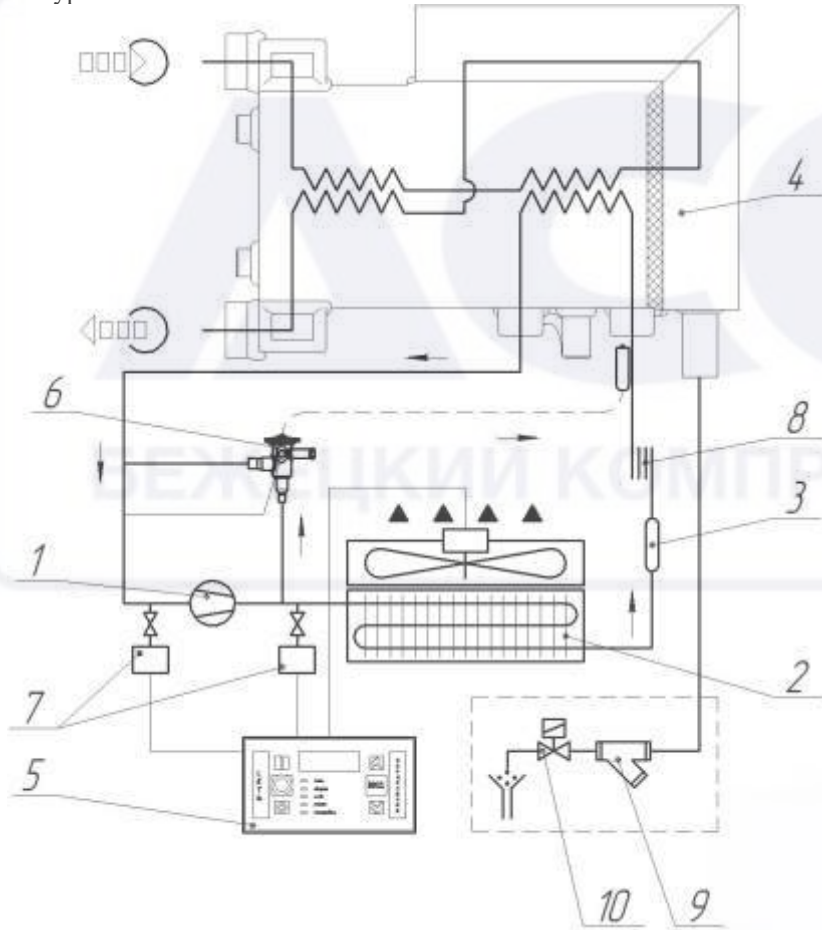

Рисунок 3 – Холодильный контур
4.1 Осушитель рис. 3 представляет собой конструкцию алюминиевого теплообменника, размещенного в блоке осушения 4. В первом контуре теплообменника из сжатого воздуха удаляется вода путем его охлаждения до температуры приблизительно  $+3^{\circ}\text{C}$  и удаления образующегося при этом конденсата. С целью предотвращения образования конденсата на наружной поверхности трубопроводов системы циркуляции, обрабатываемый сжатый воздух перед выходом его из осушителя подвергается предварительному подогреву. Для этого он прогоняется через второй контур теплообменника.
4.1.1 Компрессор 1 (рис. 3) является активным элементом осушителя и обеспечивает циркуляцию хладагента по холодильному контуру за счет сжатия паров хладагента от давления кипения до давления конденсации.
4.1.3 Устройство слива конденсата предназначено для удаления конденсата образующегося при охлаждении сжатого воздуха в блоке осушки. Устройство состоит из электромагнитного клапана 10 (рис.3) и сантехнического фильтра 9 (рис 3). Сигнал на управление электромагнитным клапаном подается блоком автоматического управления 5.
4.1.4 Регулятор производительности 6 (рис. 3) перепускает часть горячего газа (из количества нагнетаемого газа компрессором) в трубку полости между испарителем и всасыванием компрессора, поддерживая постоянным значение температуры/давления кипения фреона около  $+2\text{ }^{\circ}C$ . Такое перепускание газа полностью исключает образование льда внутри испарителя в полости сжатого воздуха при любых нагрузках.
4.1.7 Фильтр-осушитель 3 (рис. 3) размещается перед капиллярной трубкой, задерживает все технические загрязнения и пары влаги, исключая их циркуляцию и вступление в химические реакции